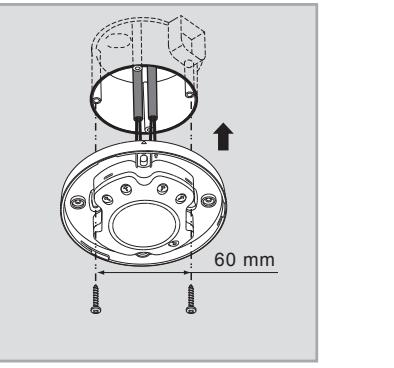

FIG. 8
- 3.4.3.4 Se kabeldragningsschemat för korrekt kabelanslutning (se fig. 5). När du sätter fästplattan i kopplingsdosan, passa in kopplingsdosans utstickande del i det fyrkantiga hålet i fästplattan (se fig. 8). Fixera sedan detektorhuvudet på strömförsljningslädan enligt figur 13 och fixera med de 4 bifogade skruvarna.